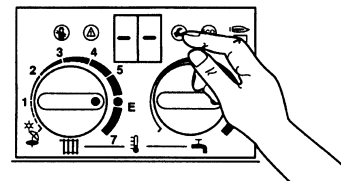

Рис. 43
- Нажать на сервисклавишу и держать, пока на дисплее не засветится "--", (рис. 43).